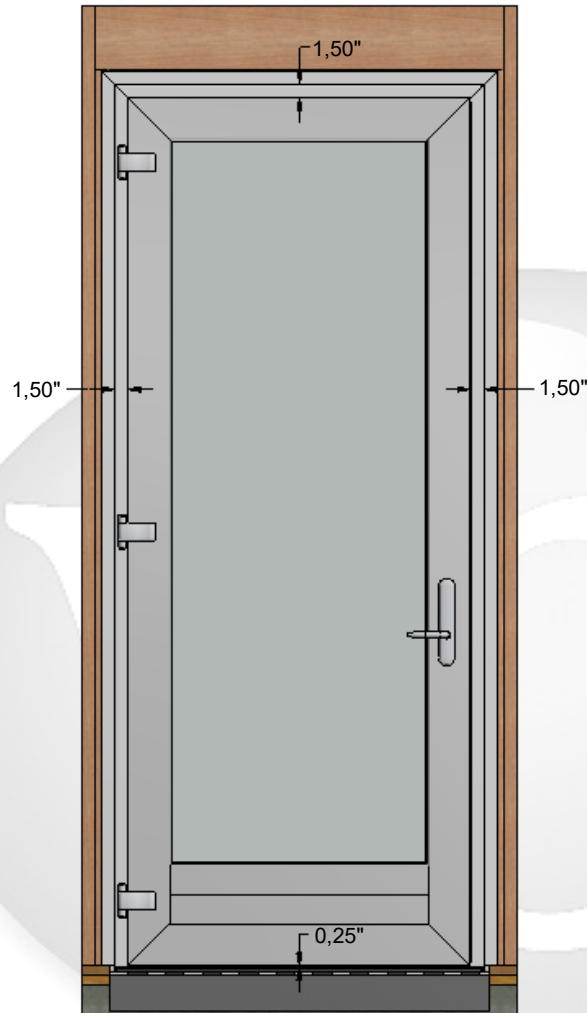

Рис. 21: Зазор между рамой и створкой
6.2) Убедитесь в том, что зазор между рабочей панелью и рамой выдержан надлежащим образом. (См. рис. 21)